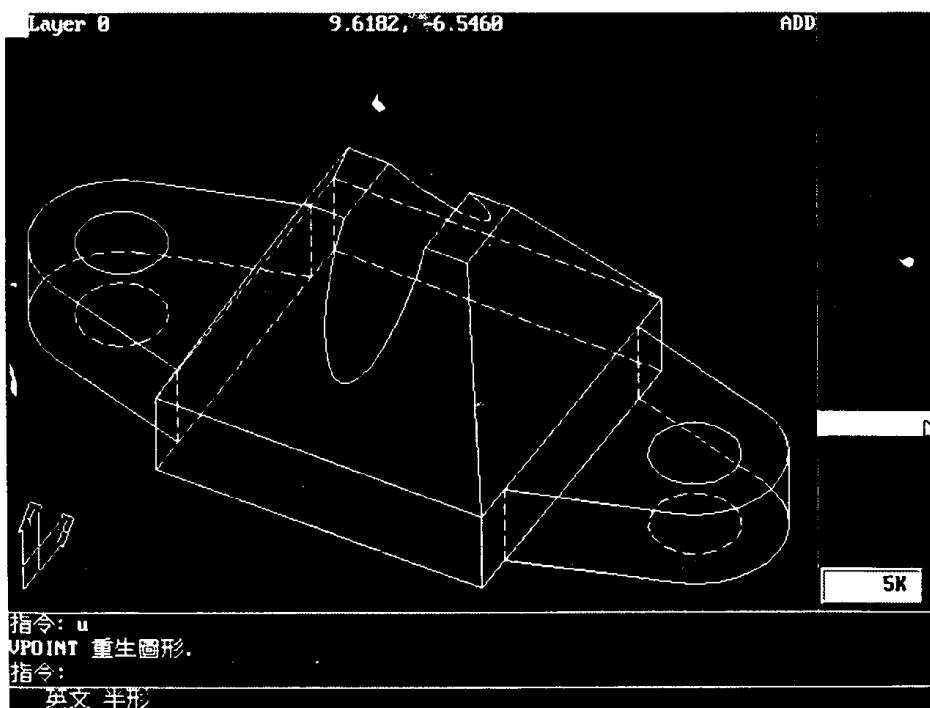

图 0-8
(3) 2D 三视图自动转换 3D 线结构等角图系统: 如图 0-8 所示。